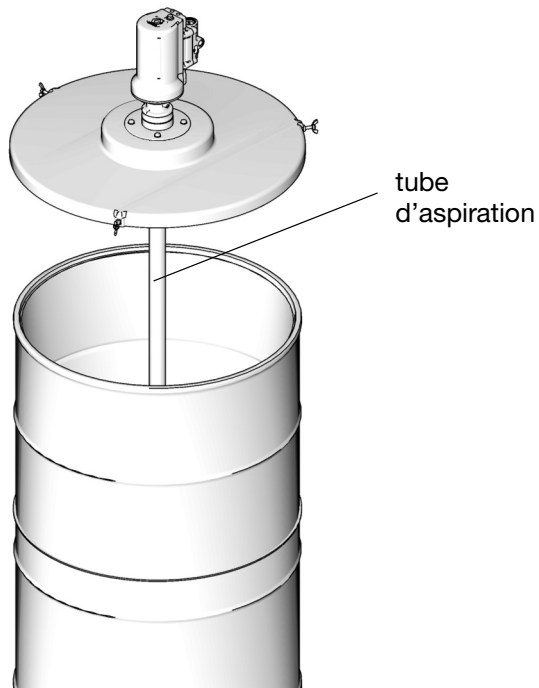

FIG. 28
- Insérer le tuyau d'aspiration de la pompe par le centre de l'œillet en caoutchouc (15b) du plateau suiveur (15) (FIG. 28).